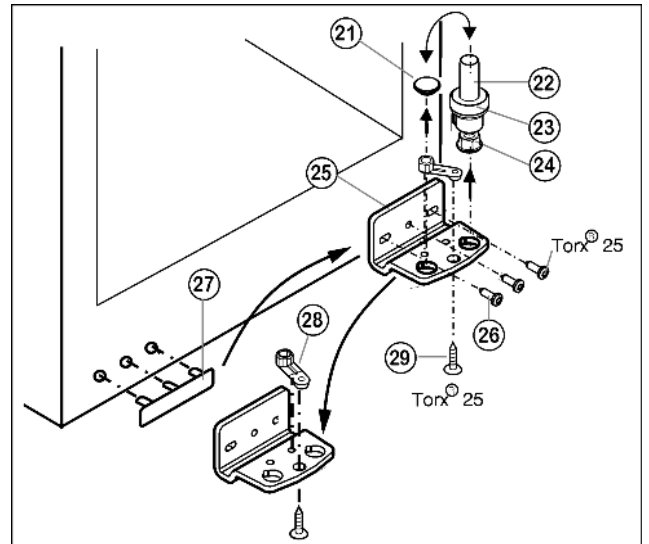

Fig. 7
- ▶ Lagerbout Fig. 7 (22) compleet met schijfje Fig. 7 (23) en stelootje Fig. 7 (24) naar boven eruit trekken.
- ▶ Stop Fig. 7 (21) eraf halen.
- ▶ Lagerbus Fig. 7 (25) losschroeven Fig. 7 (26).
- ▶ Lagerdeel Fig. 7 (28) losschroeven Fig. 7 (29) en in het tegenoverliggende opnamegat van de lagerbus omzetten en weer vastschroeven.
- ▶ Afdekking aan de greepzijde Fig. 7 (27) voorzichtig optillen en op de tegenoverliggende zijde plaatsen.
- ▶ Lagerbus Fig. 7 (25) aan de nieuwe scharnierzijde evt. met behulp van een accuschroevendraaier weer **goed (met 4 Nm)** vastschroeven.
- ▶ Stop Fig. 7 (21) weer in het andere gat aanbrengen.
- ▶ Lagerbout Fig. 7 (22) compleet met schijfje en stelootje weer aanbrengen. Er daarbij op letten, dat de sluitnok naar achter wijst.
- ▶ Plaats de deur van boven op de lagerbout beneden Fig. 7 (22).
- ▶ De deur eventueel via de beide langsgaten in de lagerbus onder Fig. 7 (25) ten opzichte van de kast uitlijnen. Daartoe middelste schroef uitdraaien.